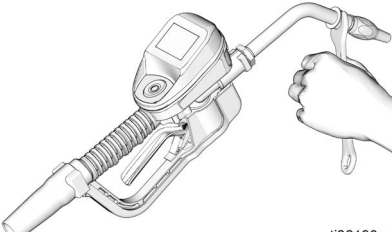

FIG. 12
2. Con la chiave regolabile a forchetta tenere le parti piatte della boccola dell'ugello, quindi serrare saldamente (FIG. 12).
- Per evitare di danneggiare l'ugello, serrarlo *solo* agendo con la chiave sulle parti piatte della boccia, come mostrato in FIG. 12.